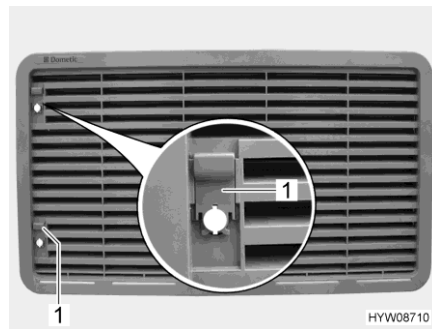

Bild 195 Kühlschrank-Lüftungsgitter
- Schieber (Bild 195, 1) nach oben schieben.